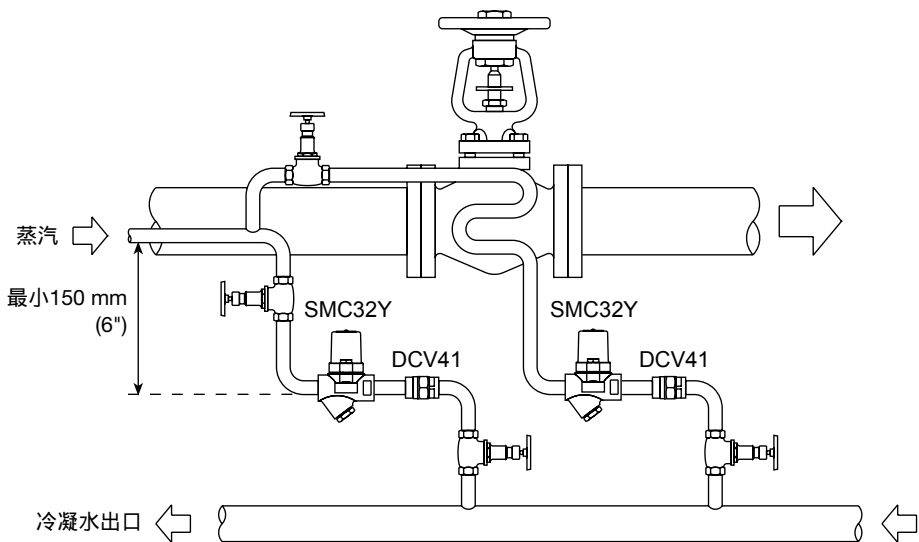

图 3 非关键伴热
3.4 该疏水阀可以安装在任何位置，水平或者垂直均可，但最好在少疏水前布置一个下降管 - 一般150mm，见图3。
如图3所示选用斯派莎克的DCV41止回阀。